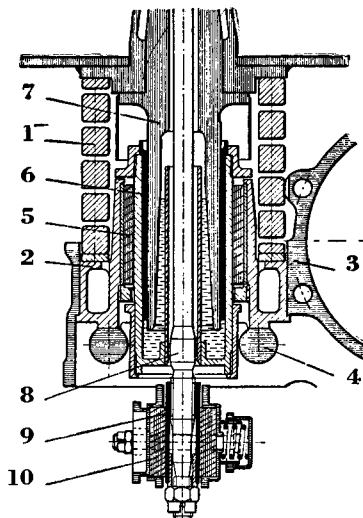

Fig. 2.
Boggirammene er opplagret på hjulsatsenes akselkasser over spiral-fjærer med 4-kant tverrsnitt, 2 stk. pr. akselkasse, se fig. 2. Hvor akselkasse føres av 2 stk. sylindriske akselkasse-føringstapper (7) som er festet i de langsgående boggibjelker. Akselkasse-føringstappene glir i bronseføringer (6) som over «silentblocks» (5) er festet til fjærsetene (2). Akselkasseføringerne arbeider i støvtett oljebad.